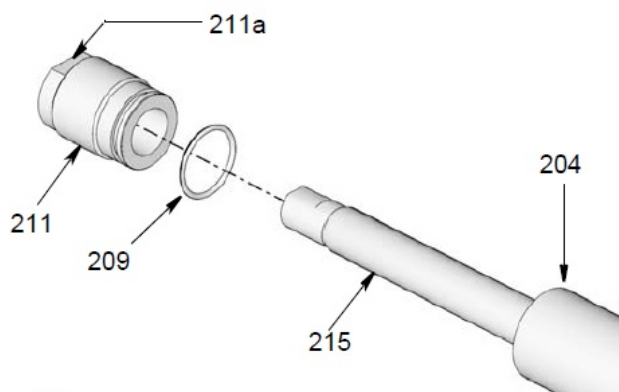

Рис. 22
16. **Насос НР:** ослабьте и снимите лопастной поршень (216) с плоской поверхности сальникового штока (215) с помощью монтажного ключа и торцевого гаечного ключа (рис. 22).
17. Приложите усилие на плоскую поверхность (211a) уплотнительного фиксатора (211) монтажным ключом и на цилиндр (204) насоса заводным ключом в противоположном направлении, отсоедините адаптера с О-образным кольцом (209) от цилиндра (204) насоса и снимите (рис. 22). Дайте О-образному кольцу выйти из употребления. При повторной установке используйте новое О-образное кольцо, входящее в состав комплекта запасных частей.